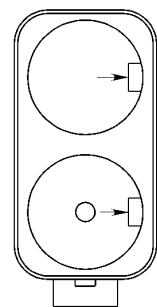

Рис. 3. Отсек батарейный
3.4.1. При разряде элементов питания, необходимо установить новые элементы питания (2 шт.) типоразмера D в отсек батарейный 14 (рис. 8), в соответствии с полярностью, указанной на внутренней стороне крышки отсека. Признаком разряда элементов питания служит отсутствие или значительное ослабление искровых разрядов между свечой и горелкой после начала протекания воды через аппарат (с расходом не менее 2,0 л/мин). Для открытия крышки батарейного отсека необходимо повернуть ручку крышки в положение «ON». Для выемки разряженных элементов питания необходимо отогнуть удерживающие прижимы (показано стрелками на рис. 3).